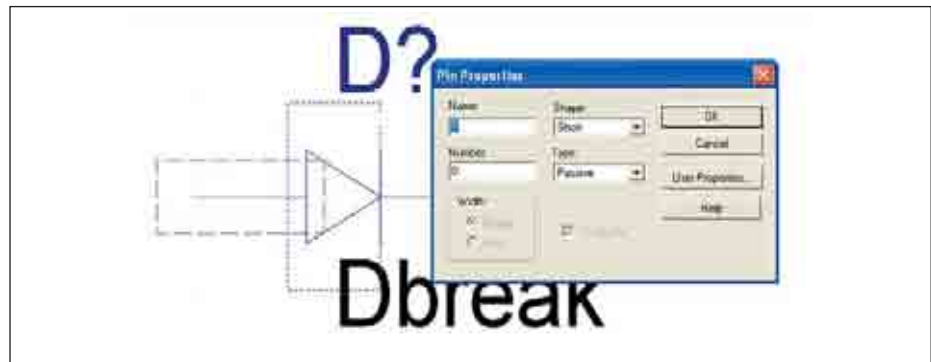

Рис. 13. Диалоговое окно Pin Properties
- г) Отобразится поле **Name** в диалоговом окне **Pin Properties** (рис. 13).